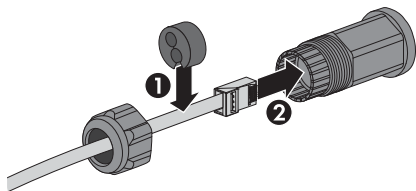

図 2.20 イーサネットケーブルをケーブルグランドに通す
2. イーサネットケーブルをケーブルグランドに通し、パワーコンディショナの底から内部に導きます。図 2.20 を参照してください。